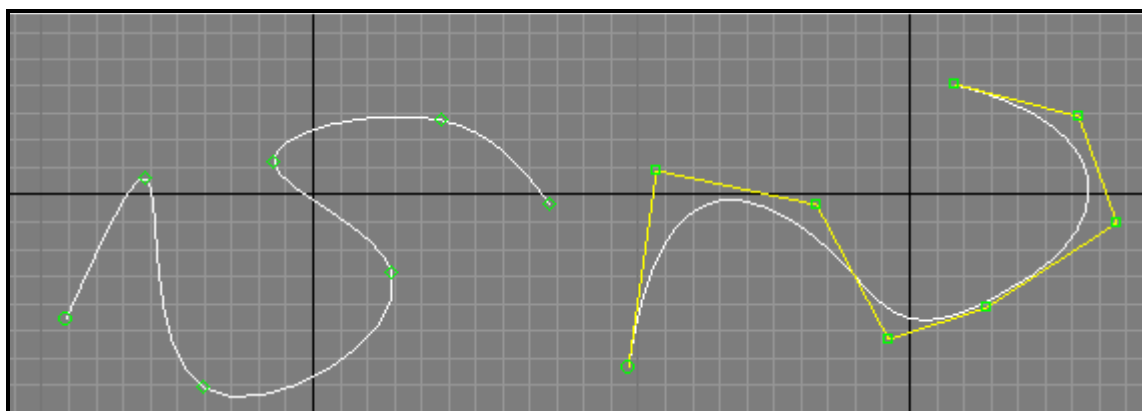

Рисунок 1.12 – Виды сплайнов. Слева – Point, справа – CV
- при помощи CV-кривых (Control Vertex), форму которых можно изменять при помощи вершин, которые расположены за пределами линии (рис. 1.12).